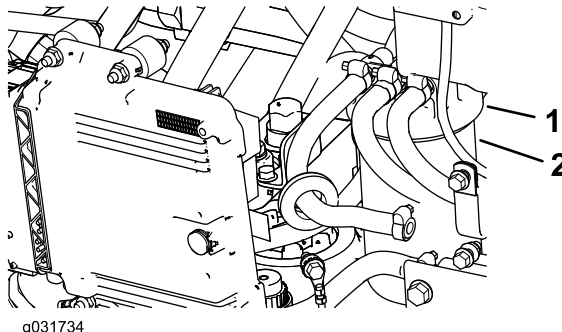

Figura 106
1. Pulite le superfici circostanti la testa del filtro del carburante (Figura 106).
2. Togliete il filtro e pulite la superficie di montaggio della testa del filtro (Figura 106).